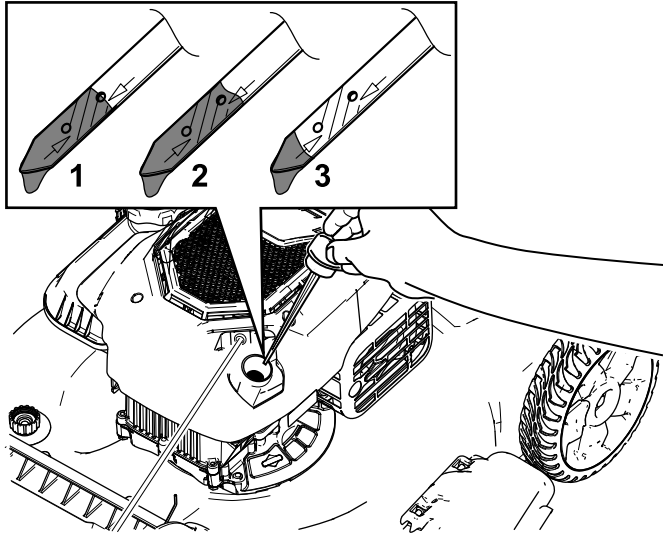

Figure 12
2. Tournez le bouchon dans le sens antihoraire et sortez la jauge (Figure 12).
5. Relevez le niveau d'huile indiqué sur la jauge (Figure 12).
- Si le niveau d'huile est trop bas, (Figure 12), versez avec précaution une petite quantité d'huile détergente SAE 30 ou SAE 10W-30 dans le tube de remplissage, attendez 3 minutes puis répétez les opérations 3 à 5 jusqu'à ce que le niveau d'huile correct soit atteint. Pour connaître le type d'huile, voir Vidange de l'huile moteur \(page 20\).
- Si le niveau d'huile est trop élevé (Figure 12), vidangez l'excédent d'huile jusqu'à obtention du niveau d'huile correct sur la jauge ; voir Vidange de l'huile moteur \(page 20\).